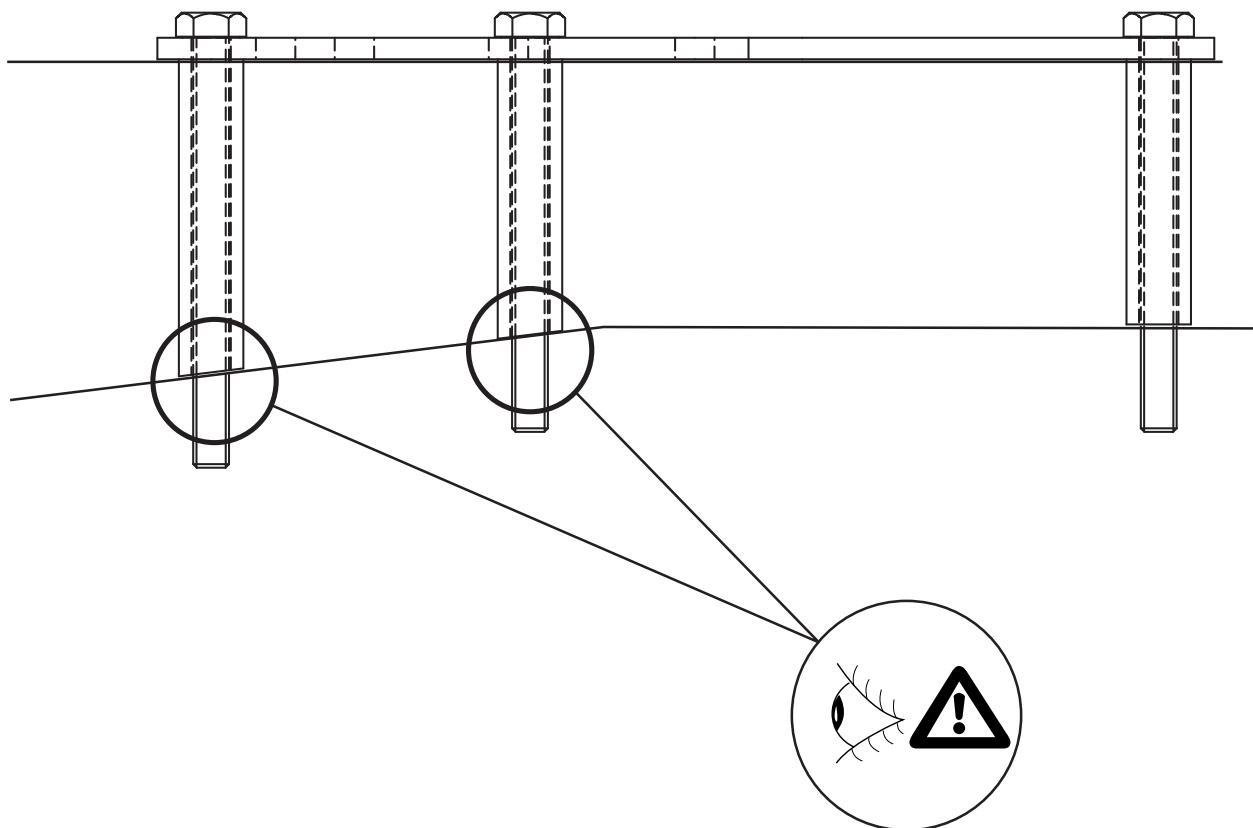

Fig.5
11. Positionner les contreplaques et les entretoises sur les boulons et placer le tout dans les trous venant d'être percés . Voir la figure 5.
11. Посадить упорные кронштейны и распорные втулки на болты, затем вставить все детали в только что просверленные отверстия. См. рисунок 5.